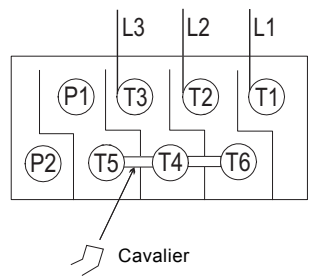

Fig. 15 Vitesse 1 (pour la vitesse lente)
- figure 15 pour la vitesse 1-vitesse lente